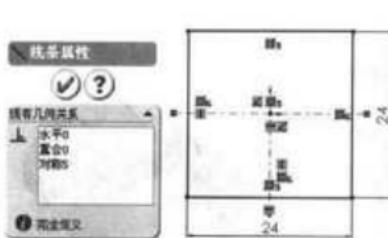

图 11-17 绘制安装法兰草图
(1) 启动 SolidWorks 2005，单击 (新建) 工具，弹出“新建 SolidWorks 文件”对话框，在模板中选择“零件”选项，单击“确定”按钮。单击菜单栏中的“文件”→“另存为”命令，弹出“另存为”对话框，在“文件名”文本框中输入“圆形六线电连接器插座体”，单击“保存”按钮。
(2) 单击特征管理器设计树中的“前视基准面”，使其成为草图绘制平面。单击标准视图工具栏中的 (正视于) 工具，并单击 (草图绘制) 工具，进入草图的绘制模式。
(3) 单击草图工具栏中的 (矩形) 工具，绘制一矩形草图。
(4) 考虑到插座体的对称性，下面需要添加中心线和几何关系。单击 (中心线) 工具添加水平和垂直中心线，单击 (添加几何关系) 工具，为矩形边和中心线添加“对称”几何关系。在“视图”菜单中，勾选“草图几何关系”命令，显示草图几何关系。
(5) 单击 (智能尺寸) 工具标注并修改尺寸，如图 11-17 所示。
(6) 单击特征工具栏中的 (拉伸凸台/基体) 工具，显示“拉伸”属性管理器，在“终止条件”选项框中选择“给定深度”，并设置拉伸深度值为 2mm，单击 (确定) 按钮，完成安装法兰的创建。